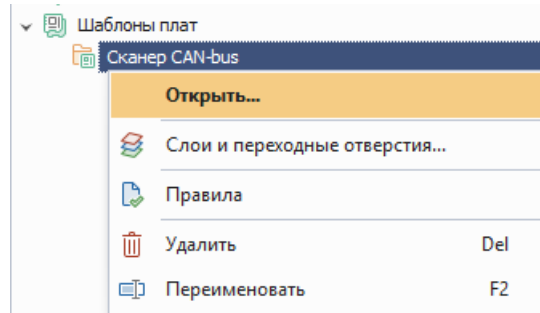

Рис. 128 Вызов редактора шаблона
2. Вызовите контекстное меню и выберите пункт «Открыть...», либо дважды кликните по названию шаблона, Рис. 128.